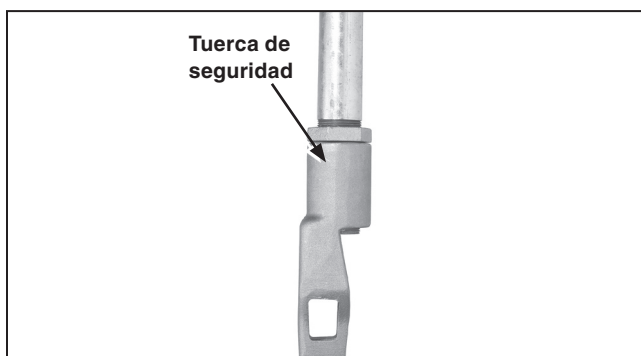

Figura 17. Instalando la sección más baja del tubo de operación en el ensamble de la palanca de operación.
**PASO 28.** Instale la sección más baja del tubo de operación enroscando un extremo del tubo en el cople en la palanca de operación. Aproximadamente ¼ pulgada (6 mm) de la cuerda debe extenderse a través del cople. Apriete la tuerca de seguridad. Ver Figura 17.